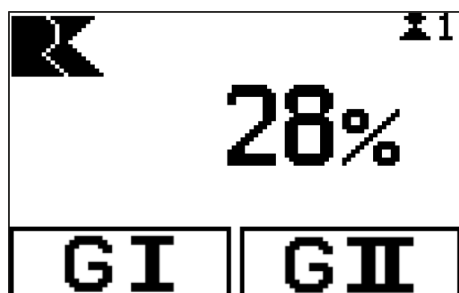

Abb. 48: Modus „Antriebsgruppenmanagement“
- Antriebsgruppenmanagement (Abb. 48)
⇒ Das Display wechselt in den Modus „Antriebsgruppenmanagement“ (Abb. 48).